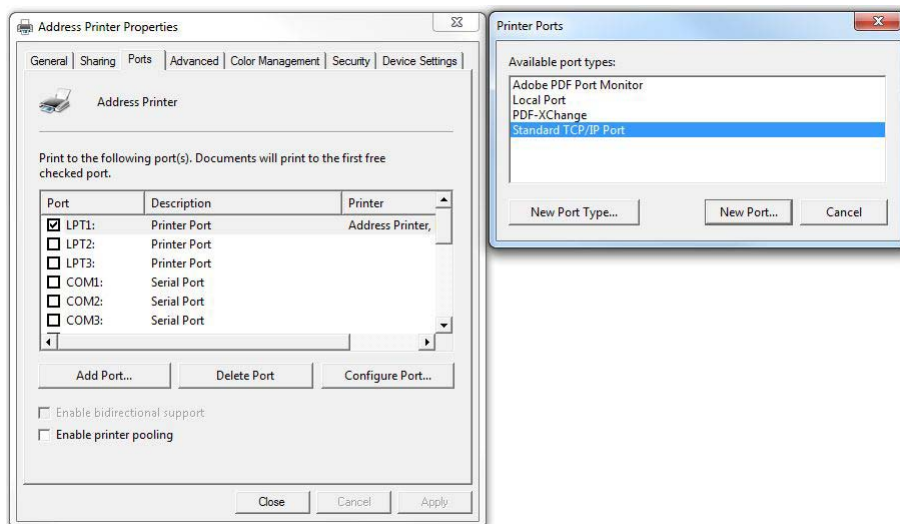

Abbildung 62: Hinzufügen eines TCP/IP Port
- Wechseln Sie in den Reiter "Anschlüsse und klicken Sie auf "Hinzufügen...". Dadurch öffnet sich ein neues Fenster. Wählen Sie in diesem Fenster "Standard TCP/IP Port" aus und klicken Sie auf "Neuer Anschluss..." (siehe Abbildung 62)